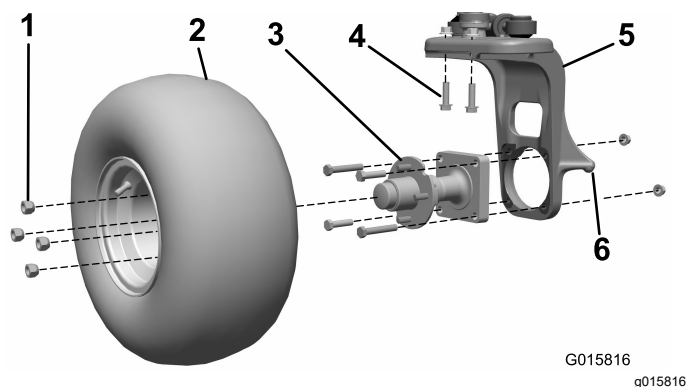

Figura 1
1. Sollevare il trattore sul punto di sollevamento della forcella della ruota orientabile (Figura 1).
2. Togliete il gruppo ruota dal mozzo della ruota. Conservate i dadi a calotta (Figura 1).
3. Rimuovete i quattro bulloni e i due dadi che fissano il mozzo della ruota alla forcella della ruota orientabile (Figura 1). Scartate tutti gli elementi.
4. Rimuovete i due bulloni e i due dadi che fissano il perno sterzante verticale alla forcella della ruota orientabile (Figura 1). Scartate questi elementi.